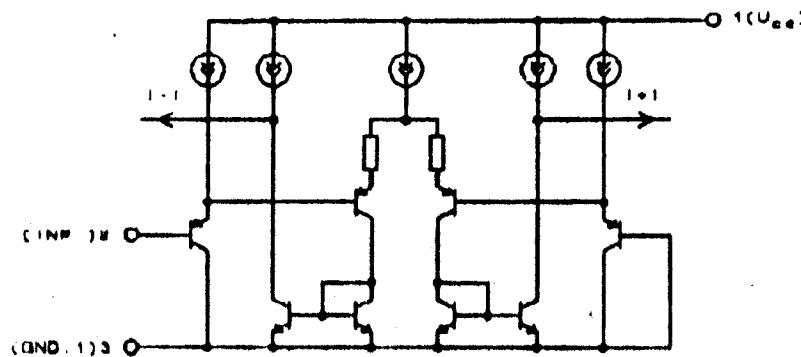

Рис. 2. Упрощенная электрическая принципиальная схема предварительного усилителя
2.3. Фрагменты схемы электрической принципиальной усилителя приведены на рис. 2,3.